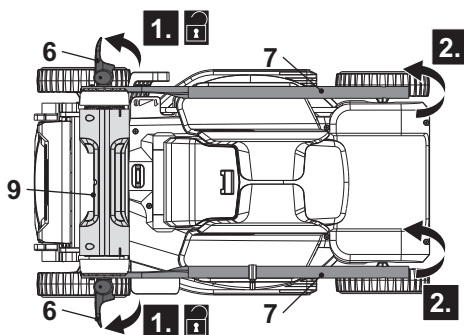

Fig. 1
1. Abra y afloje las palancas de sujeción (6) en sentido contrario a las agujas del reloj en los manillares inferiores (7), pero no las retire (Fig.1, paso 1).
2. Agarre los manillares inferiores (7) y ábralos desde la posición de almacenamiento a la posición de trabajo (Fig. 1, paso 2).